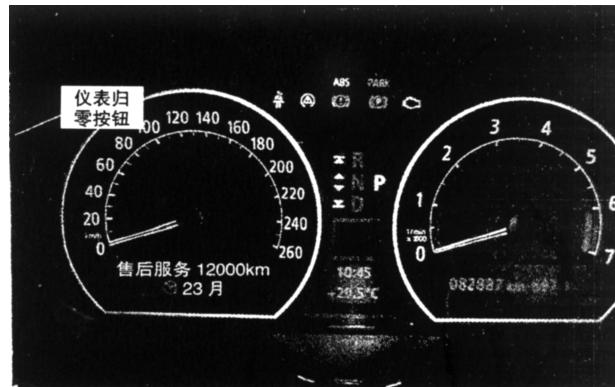

图 1-14 仪表归零按钮
- 3) 仪表上面如图1-14所示，所有的指示灯亮起。
- 4) 再按压仪表左上方的归零按钮（图1-14）10秒钟左右。